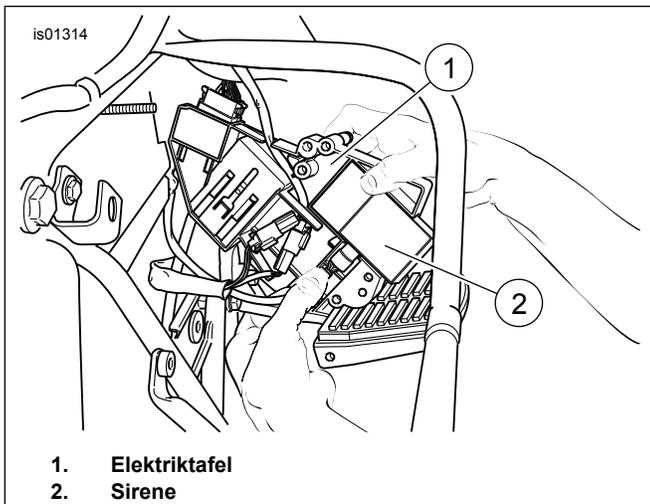

Abbildung 13. Sirene in Einbaustellung schieben (FL Touring-Modelle von 2002 bis 2007)
- Siehe Abbildung 13. Die Sirene (2) an der Rückseite der Elektriztafel (1) so in die Einbaustellung schieben, dass die Tonscheibe nach außen zeigt.